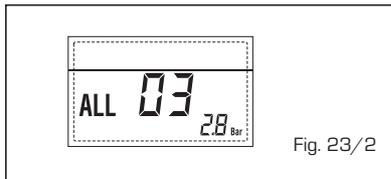

Fig. 23/2
**- ANOMALÍA SONDA IDA CALEFACCIÓN "ALL 05" (fig. 23/4)**